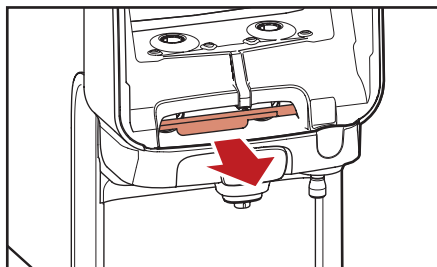

Abb. 5.3- Roten Entriegelungshebel ziehen
3. Ziehen Sie den roten Entriegelungshebel, um die Ausgabekonsolle zu öffnen (Abb. 5.3).
- a. Ziehen Sie den roten Entriegelungshebel, um die Ausgabekonsolle zu öffnen (Abb. 5.3).